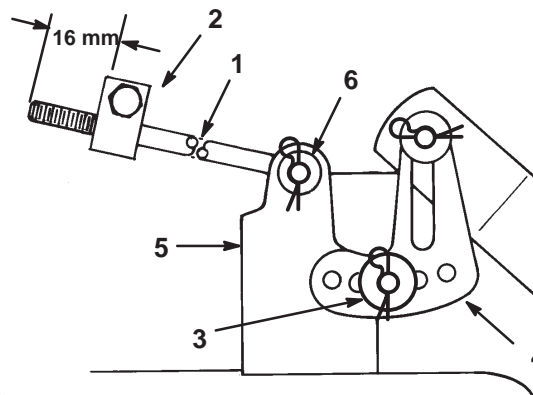

Bild 8
8. Beide Stangen müssen 16 mm aus dem Einstellblock herausragen (Bild 8).
9. Schieben Sie das Ende der langen Stange durch das Loch in der Mähwerkbefestigung (Bild 8).
10. Bringen Sie die dünne Scheibe und den Splint an, um die Stange zu befestigen (Bild 8).
11. Montieren Sie die geschlitzte Mähwerknivellierhalterung am Stift an der Mähwerkhalterung (Bild 8).
12. Bringen Sie die dicke Scheibe und den Splint an, um das Mähwerk zu befestigen (Bild 8).